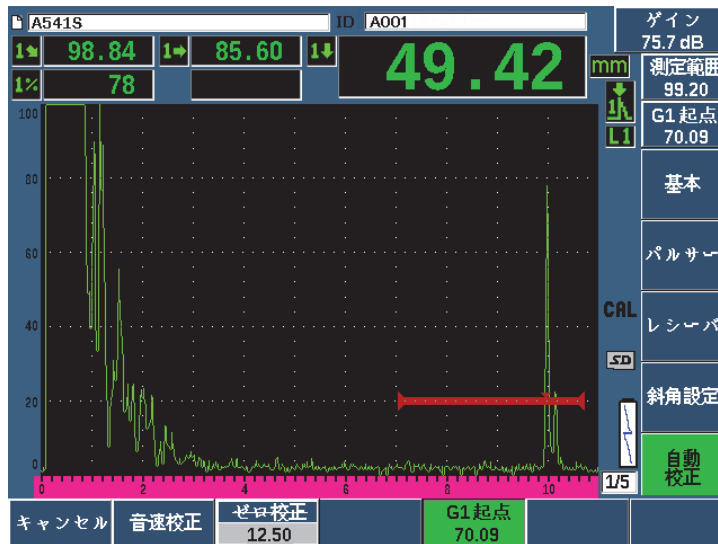

図 9-28 音速校正におけるゲート信号の例
7. ゲート内の指示に対応するすでに分っている板厚値を入力します（ここでは、0.500 インチ）。それから、**続行**を選択し、2 番目の校正ステップへ進みます（193 ページの図 9-28 参照）。